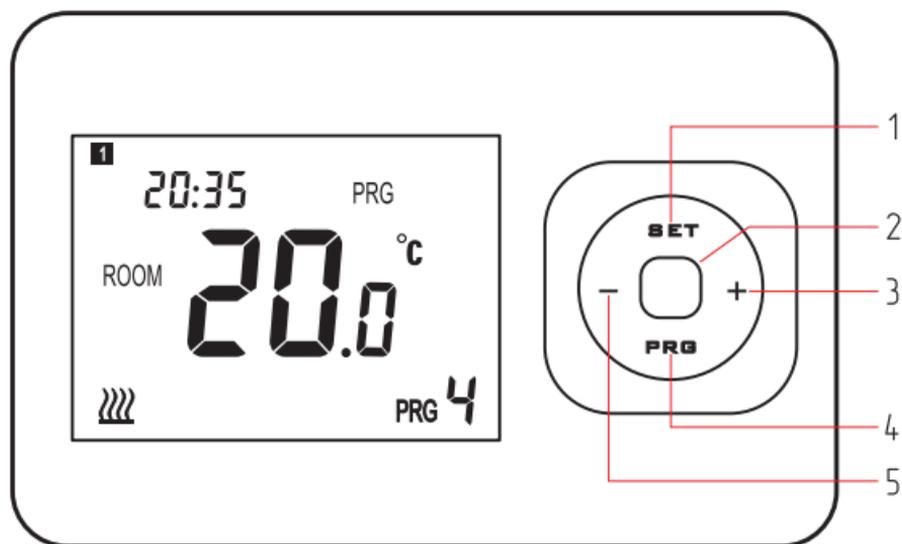

Рис.2 Элементы управления
- Подключите провода к клеммной колодке на основании в соответствии с электрической схемой (**Рис.2**).
При работе с электрическим отопительным котлом его следует подключать к контактам NO и COM, как показано на **Рис.2**.
- Для включения прибора нажмите кнопку «ВКЛ» (Рис.2, поз.2), расположенную на передней панели прибора;
- Нажмите кнопку «SET» (Рис.2, поз.1) и удерживайте её в течение 3-х секунд, чтобы войти в интерфейс настройки;
- Изменение параметров производится с помощью кнопок «+» (Рис.2, поз.3) или «-» (Рис.2, поз.5) при мигающем символе минут или часа. Нажмите кнопку «SET» для перехода к следующему символу;
- Ручной режим позволяет поддерживать температуру, ранее установленную с помощью кнопок «+» или «-». Во время установки температуры загорается надпись «SET» на дисплее. При снижении температуры воздуха в помещении ниже установленной, размыкается контакт «NC» и замыкается контакт реле «NO» (см. Рис.2). При этом на дисплее загорается символ , нагрев включен.
- Отображение установленной температуры можно зафиксировать на дисплее, если войти в режим настройки параметров терморегулятора и в меню №10 установить (1).
1. Нажмите кнопку «PRG» (**Рис.2, поз.4**) и удерживайте её в течение 3-х секунд, чтобы войти в режим программирования периодов.